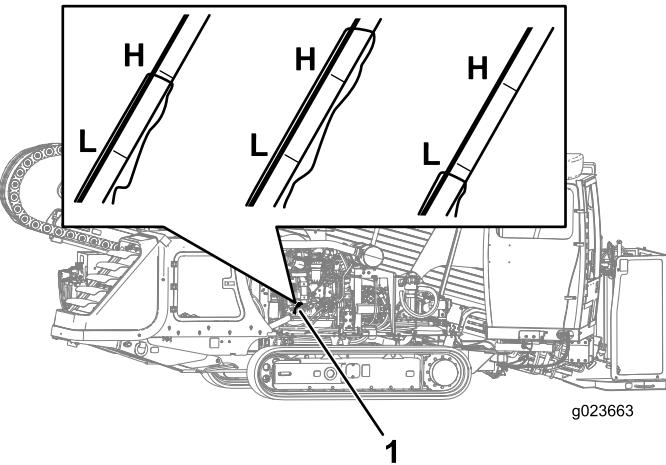

Figura 88
3. Retire la varilla (Figura 88) y límpielala con un trapo.